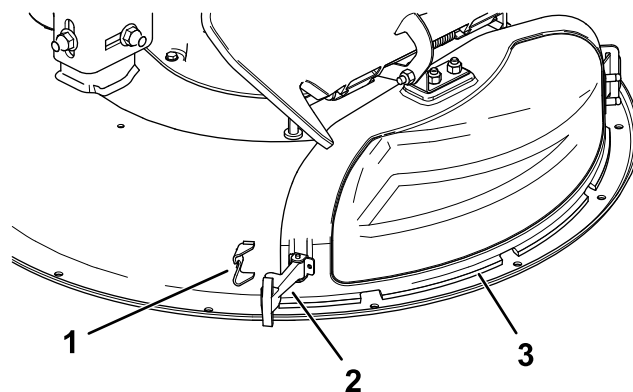

Figure 12
3. Dégagez le loquet à poignet flexible de la gâche sur le couvercle d'éjection et faites pivoter ce dernier sur la droite (Figure 12).
6. Fixez le couvercle d'éjection au plateau de coupe en accrochant le verrou flexible du couvercle d'éjection au dispositif de verrouillage sur le plateau de coupe (**Figure 12**).